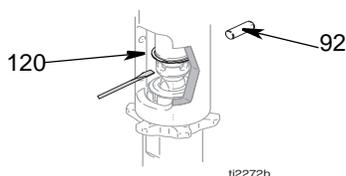
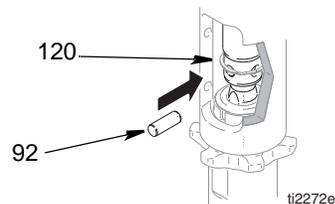

FIG. 8
FIG. 11
4. (Fig. 8) Empurre o anel retentor (120) para cima; retire o pino (92).
2. (Fig. 11) Puxe o cabo de arranque do motor lentamente, até que o orifício do pino da biela do pistão fique alinhado com o orifício da biela hidráulica. Fig. 8. Insira o pino (92) no orifício. Insira a mola retentora (120) na ranhura.